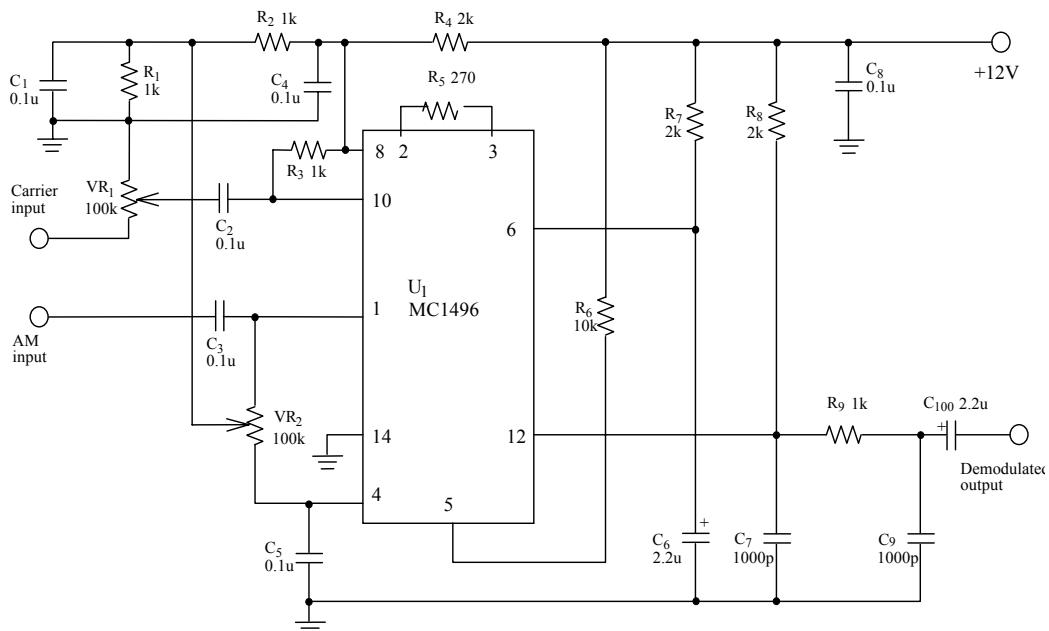

Fig. 4-5 Çarpım detektör devresi
Fig. 4-5, çarpım detektör devresini göstermektedir. VR1 reostası, taşıyıcı işaretin giriş seviyesini kontrol etmektedir. MC1496 entegresinin 12. pininden alınan çıkış işaretin (4-3) denklemi ile ifade edilmektedir. C_7 , C_9 ve R_9 elemanlarının oluşturduğu alçak geçiren filtre AM moduleli işaretteki
2. Fig. 4-5 çarpım detektör devresinde, taşıyıcı işaret ve AM işaretin eger asenkron ise çıkış işaretini ne olur?
3. Fig. 4-5'deki R_9 , C_7 yada C_9 'un görevi nedir?
4. Fig. 4-5'deki VR_1 yada VR_2 'nin görevi nedir?
5. Fig. 4-5'deki R_5 yada R_6 'nın görevi nedir?